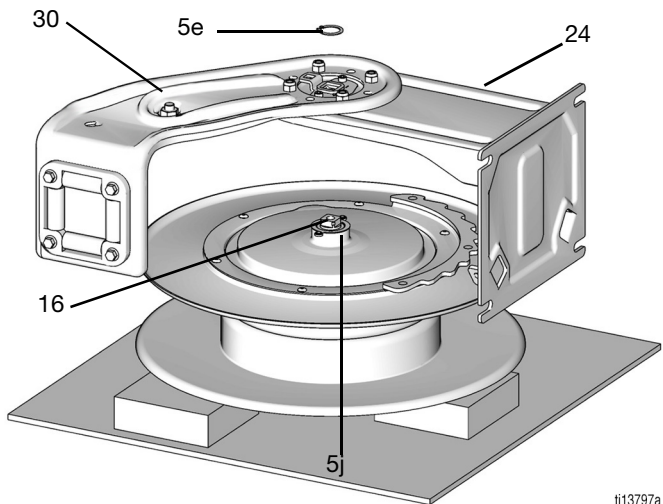

Рис. 22
10. Снимите зажимное кольцо (5e) (Рис. 22).
13. Положите новую шпулю (5) на бок на верстак таким образом, чтобы плоская сторона шпули была направлена вниз, а сторона катушки с трещоткой была направлена вверх, см. Рис. 22.
14. Разместите рычаг с направляющей (30) и опору (24) поверх шпули. При необходимости правильно отрегулируйте расположение деталей.
ПРИМЕЧАНИЕ. Установка рычага с направляющей (30) и опоры (24) будет проще, если шпуля (5) будет закреплена и находиться на ровной плоскости. Размещение 25 мм (1 дюймовых) деревянных брусков под шпулей, как показано на Рис. 22, позволит поддерживать катушку во время установки рычага.
17. Установите шайбы (15 и 17) и длинный болт (18), но не затягивайте его.
19. Прикрепите рычаг с направляющей (30) и опору (29) к узлу шарнирного соединения и шпуле (5).
20. Установите большую гайку (11) и затяните ее (усилие затяжки 115,2 – 142,4 Н•м / 85 – 105 фут-фунтов) (Рис. 22).
21. Затяните болт (18) (усилие затяжки 25 - 35 фут-фунтов / 33,9 - 47,5 Н•м).
22. Выровняйте рычаг с направляющей (29) и рычаг с направляющей (30), затем установите винты (27) и затяните их (с моментом с затяжки 27,1 – 40,7 Н•м / 20 – 30 фут-фунтов).
23. Выровняйте опору (26) с основанием (24). Установите две гайки (27) и затяните ее (с моментом затяжки 27,1 – 40,7 Н•м / 20 – 30 фут-фунтов).